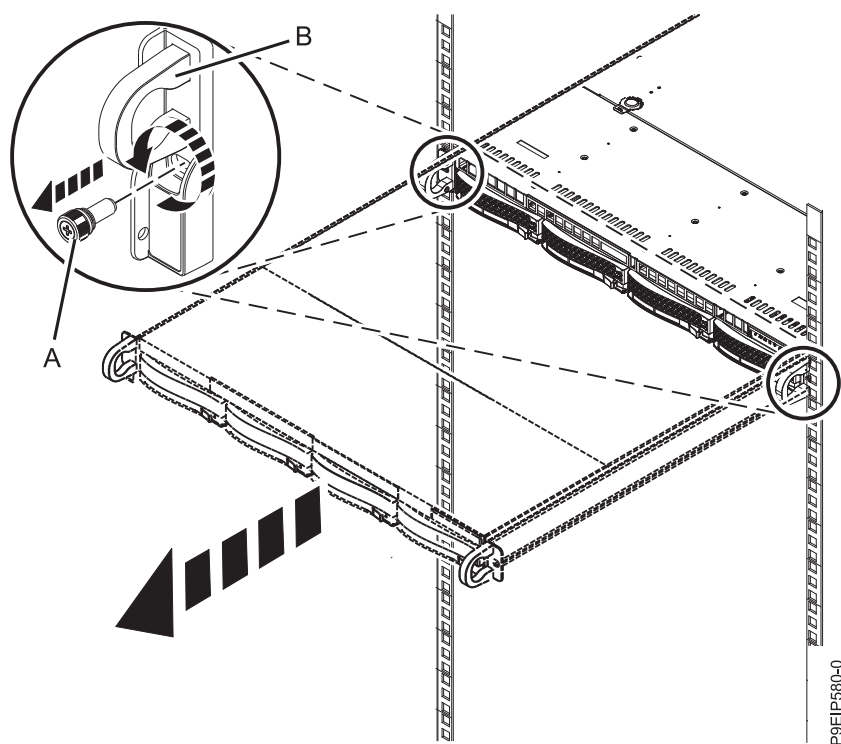

Figure 79. Retrait des vis avant et retrait du système de l'armoire
2. Retirez les vis avant fixant le système à l'armoire des deux côtés du système, comme indiqué dans la figure 79.